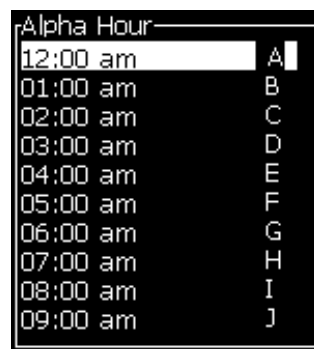

Figura 5-44: Configurar hora codificada
- 3 Selecione *Configuração da hora codificada* e pressione **Enter** para abrir a caixa de diálogo *Hora alfabética* (consulte Figura 5-44).